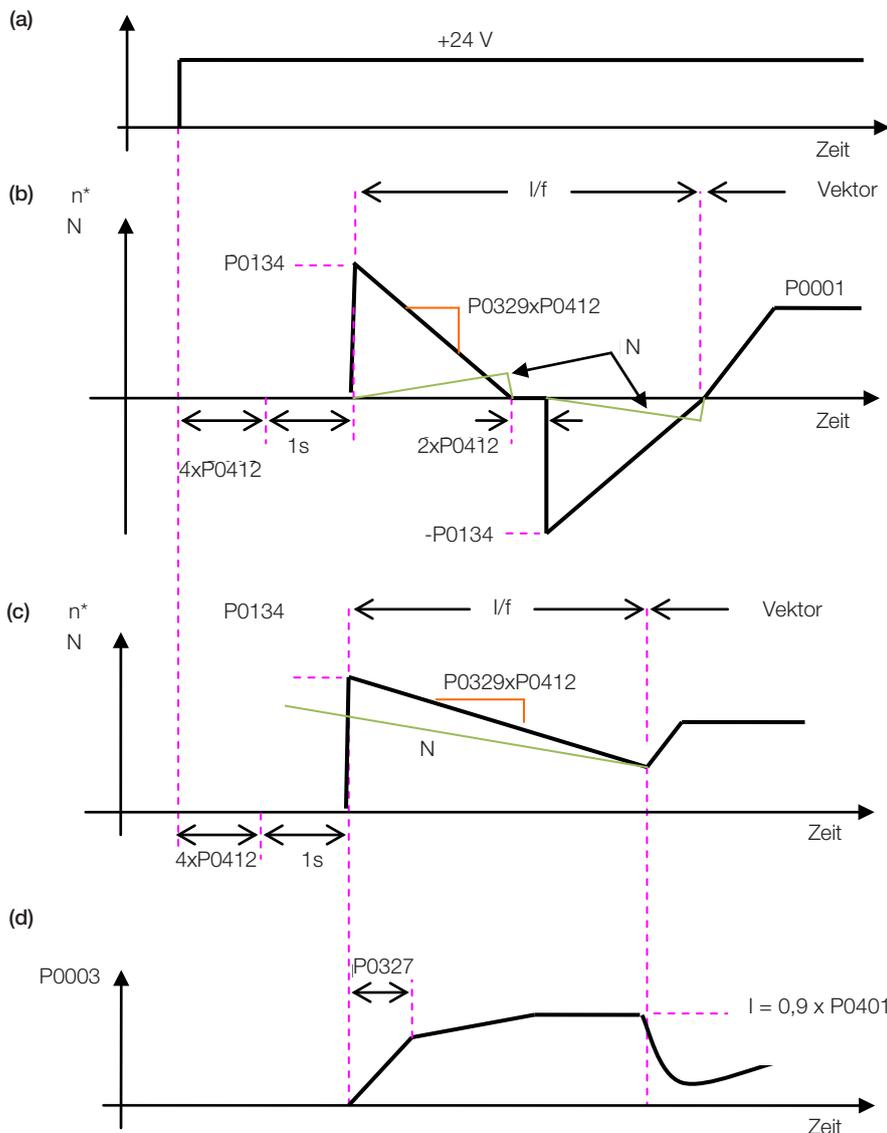

Abbildung 14.3: (a) bis (d) Auswirkung von P0327 und P0329 während des fliegenden Starts (P0202 = 4)
Das Verhalten der Flying-Start-Funktion (FS) im sensorlosen Modus beim Beschleunigen und Wiederbeschleunigen kann aus der folgenden Tabelle ersichtlich Abbildung 14.3 auf Seite 14-8.
Abbildung 14.3 auf Seite 14-8 zeigt das Verhalten des Drehzahlsollwerts, wenn die FS-Funktion bei gestoppter Motorwelle und einem kleinen Wert von P0329 gestartet wird (nicht optimiert).
Abbildung 14.3 auf Seite 14-8 zeigt den Drehzahlsollwert, wenn die FS-Funktion mit bereits in die gewünschte Richtung laufender Motorwelle oder mit angehaltener Welle und bereits optimiertem Parameter P0329 initiiert wird.